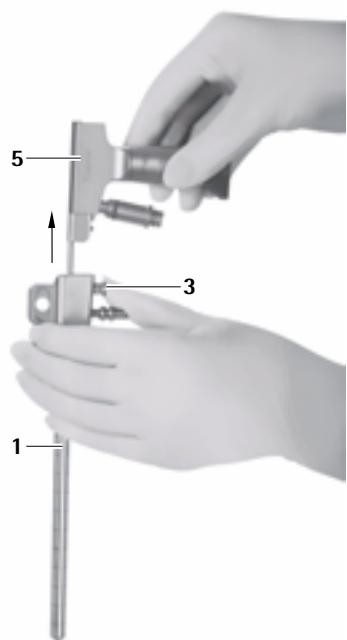

Abb. 8
► Entriegelungsknopf 3 drücken und Endoskop 5 aus MINOP inVent-Trokar 1 herausziehen, siehe Abb. 8.